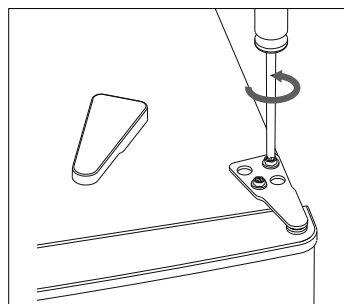

Fig. 4
- ▶ Allentare le due viti della cerniera (1) con una chiave per dadi da 8 mm o un cacciavite a croce (vedere la **fig. 4**).